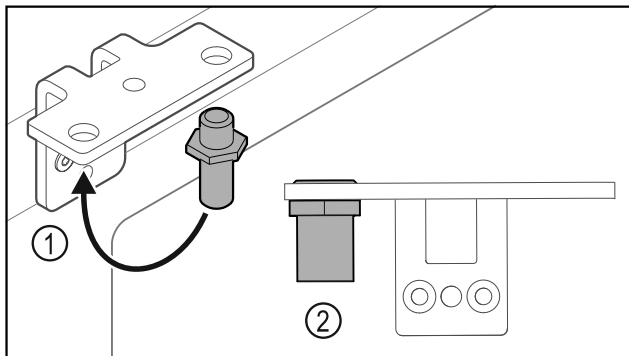

Fig. 34
- Sett om bolten Fig. 34 (1) i hengselvinkelen.
- Trekk til bolten Fig. 34 (2) med **et tiltrekkingsmoment på 12 Nm**.